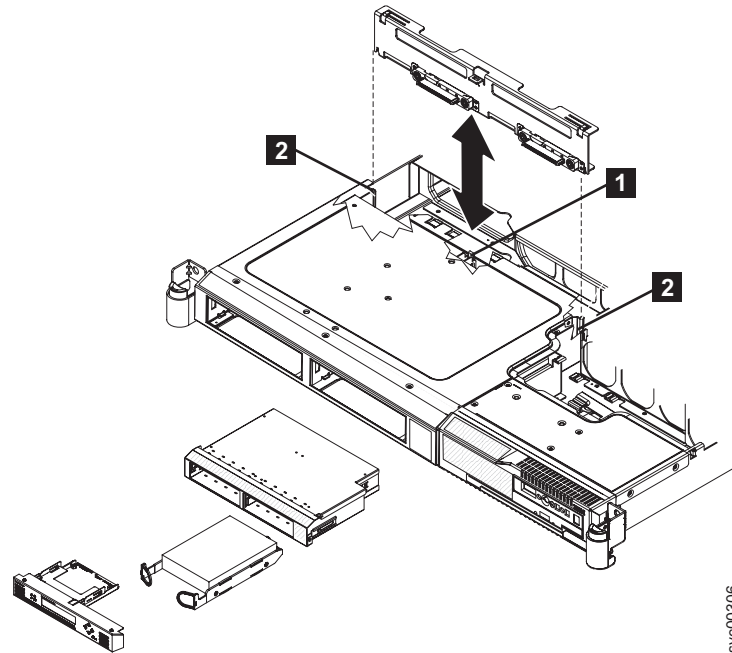

図 102. SAN ボリューム・コントローラー 2145-8G4 SATA ディスク・ドライブおよびバック・プレート
2. バック・プレートをマウント・チャンネル **2** の中へスライドさせます (図 102 を参照)。付近のワイヤーまたはケーブルにぶつかったり、挟まったりしないように注意します。